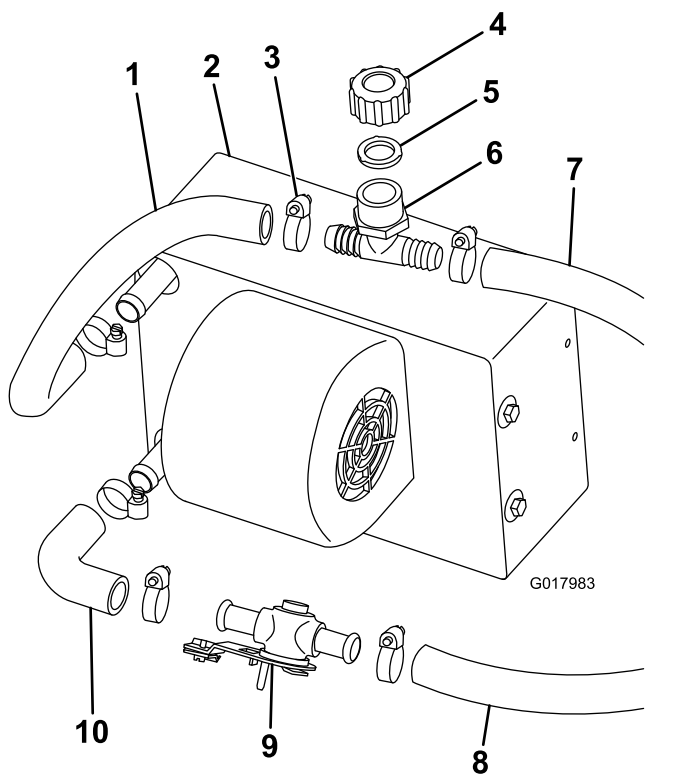

Figura 19
1. Fissate il raccordo a gomito alla parte inferiore del gruppo riscaldatore con una fascetta stringitubo (Figura 19).
- Collegate la valvola del riscaldatore al raccordo a gomito con una fascetta stringitubo (Figura 19).
- Tagliate un pezzo da 36 cm del flessibile (5/8") e fissatelo al raccordo superiore del gruppo riscaldatore con una fascetta stringitubo (Figura 19).
- Collegate il tubo di riempimento a T bianco, la guarnizione e il cappuccio al flessibile del riscaldatore superiore con una fascetta stringitubo (Figura 19).